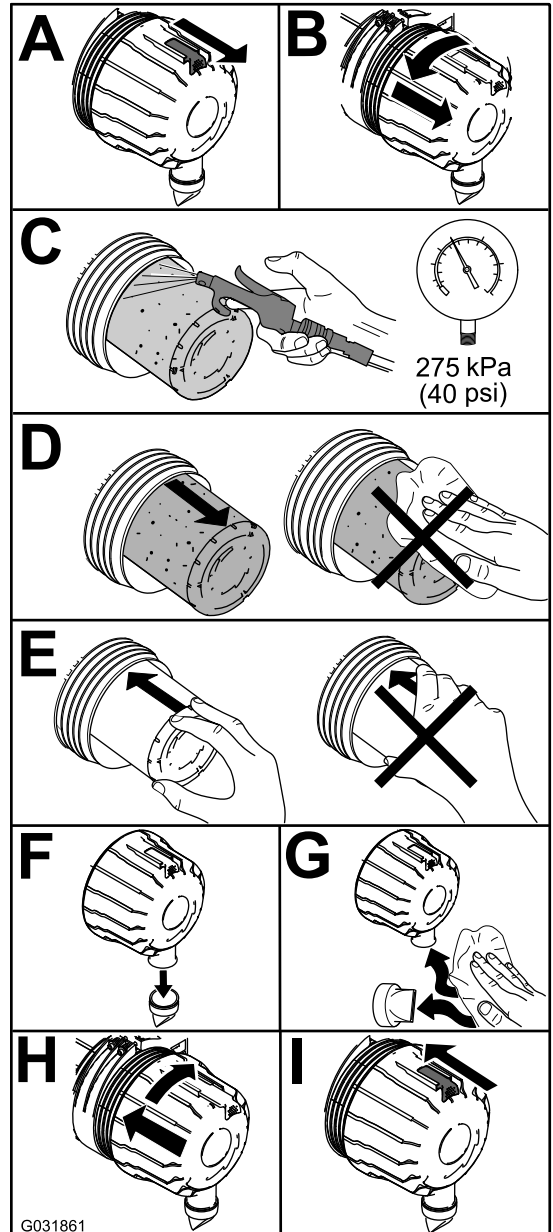

Figura 42
1. Sostituite il filtro dell'aria (Figura 42).